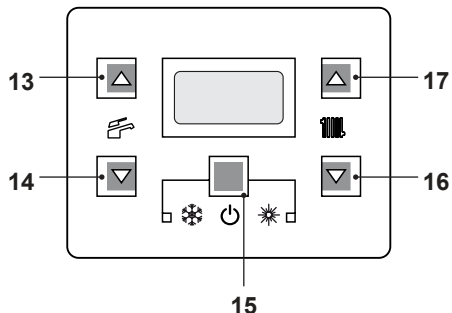
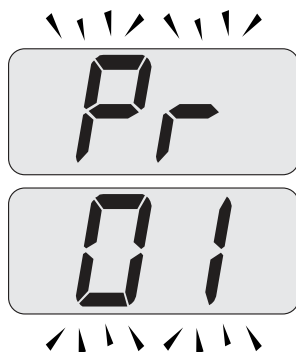

Figura 5.58
Figura 5.59
- Entre en la "modalidad de programación" pulsando simultáneamente durante 10 segundos los botones 15 - 16 - 17 (Figura 5.58) hasta que aparezcan en el display LCD las letras Pr alternadas con el código 01, indicando que se ha entrado en el "parámetro 01" (Figura 5.59).
- Pulse simultáneamente los botones 15 y 17 (Figura 5.58) hasta que aparezca en
- Pulsando el botón 15 (Figura 5.58) se confirma el valor introducido.
- Pulsando simultáneamente los botones 15 y 16 (Figura 5.58) se sale sin modificar el valor (se vuelve a la lista de parámetros Figura 5.60)
- Pulsando simultáneamente durante 10 segundos los botones 15 - 16 - 17 (Figura 5.58) se sale de la "modalidad de programación".